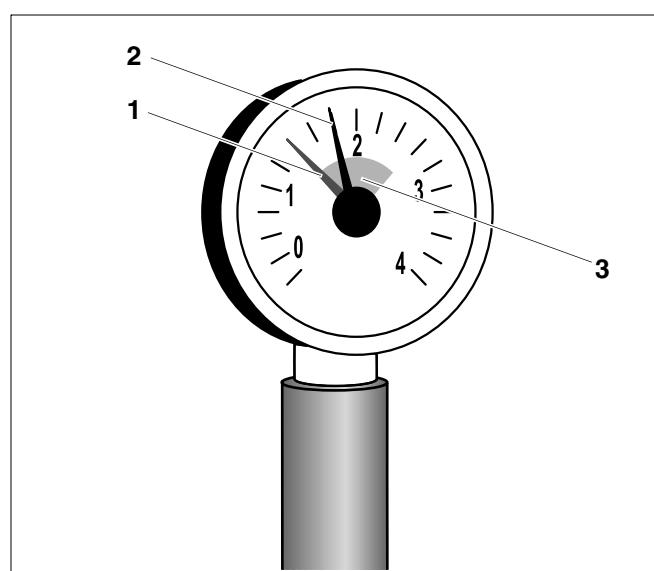

Fig. 4: Manometru pentru instalații de încălzire cu circuit închis
În cazul instalațiilor cu circuit închis, indicatorul manometrului (fig. 4, poz. 2) trebuie să se afle în zona marcată cu verde (fig. 4, poz. 3). Indicatorul roșu (fig. 4, poz. 1) al manometrului trebuie să fie reglat la presiunea necesară instalației de încălzire.
- Dacă indicatorul manometrului (fig. 4, poz. 2) se află sub marcajul de culoare verde (fig. 4, poz. 3), atunci presiunea apei din instalația de încălzire este prea mică. Umpleți instalația de încălzire cu apă de completare (vezi capitolul 3 - „Folosirea apei adecvate pentru umplere și completare”, pagina 7).